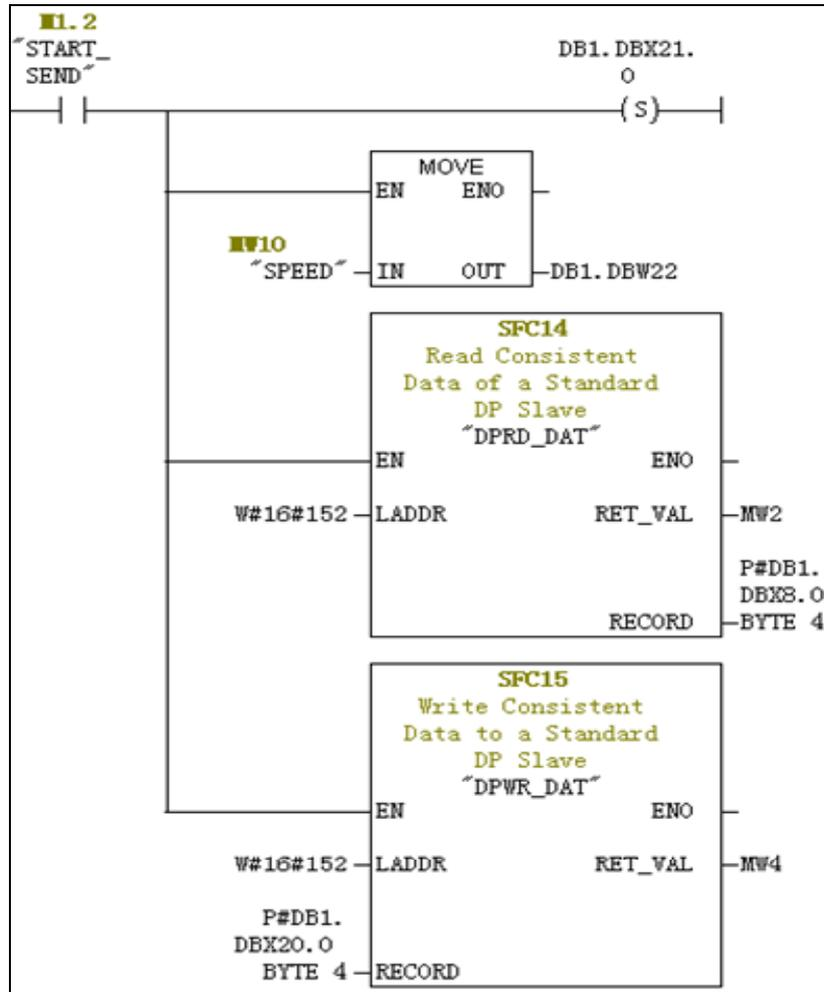

图 2- 28 启动程序
(6) 停机：运行状态下点击停机按钮，将复位运行状态，写 PZD 中控制字 9C7E Hex 以及主设定值 0，电机停止运行。程序如图 2- 29 所示。